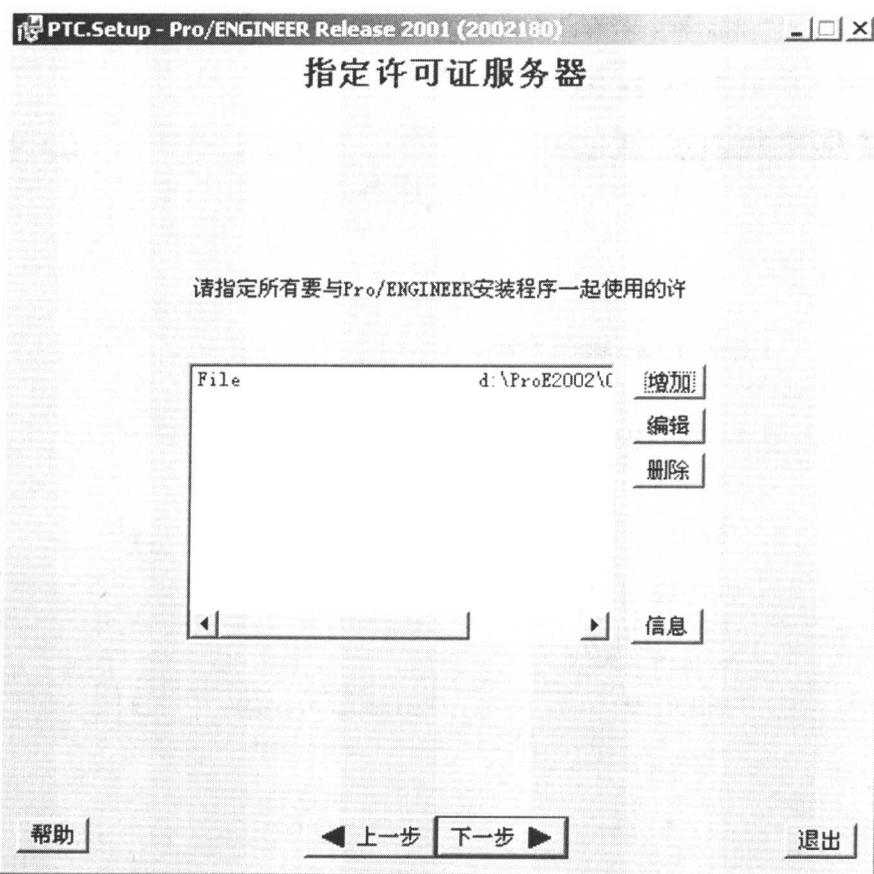

图 1-6 “指定许可证服务器”对话框
(6) 出现“指定许可证服务器”对话框, 如图 1-6 所示。单击 **[增加]** 按钮, 在出现的对话框中点选第三项 **锁定的许可证文件(服务器未运行)**, 然后浏览找出许可证文件“license.dat”在硬盘中存储的路径位置, 单击 **确定(Q)** 按钮, 返回“指定许可证服务器”对话框, 授权文件的路径出现在列表框中, 确认无误后, 单击 **下一步 ►** 按钮。